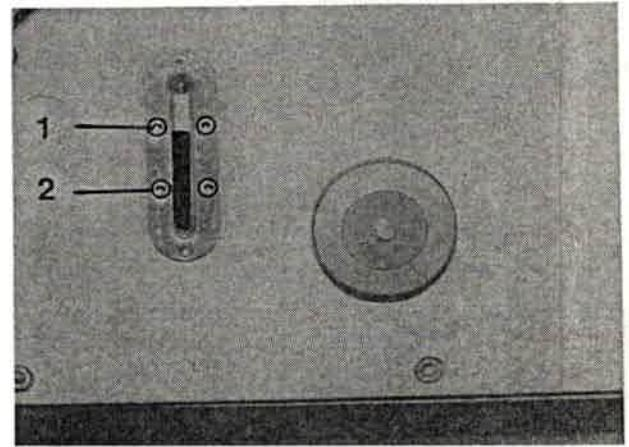

Bild 96
1. Ölstand am Schauglas prüfen; er muß sich zwischen den Befestigungsschrauben (Bild 96/1 + 2) befinden.
2. Zum Berichtigen des Ölstands Einfüllschraube herausschrauben (Bild 97) und Öl bis zur Befestigungsschraube (Bild 96/1) auffüllen (Schmierstoff siehe Abschnitt 1.2).